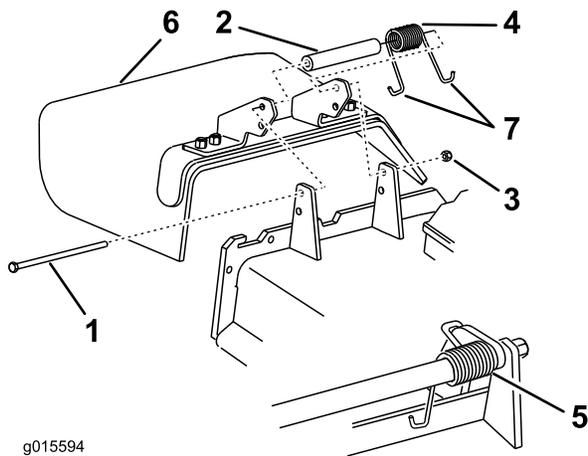

Bild 97
1. Entfernen Sie die Sicherungsmutter, Schraube, Feder und das Distanzstück, mit denen das Ablenkblech an den Drehhalterungen befestigt ist (Bild 97). Entfernen Sie defekte oder abgenutzte Ablenkbleche.
Hinweis: Achten Sie darauf, dass ein J-förmiges Federende hinter der Mähwerkkante installiert wird, bevor Sie die Schraube wie in Bild 97 gezeigt einsetzen.
3. Setzen Sie Schraube und Mutter ein. Führen Sie ein J-förmiges Hakenende der Feder um das Ablenkblech (Bild 97).